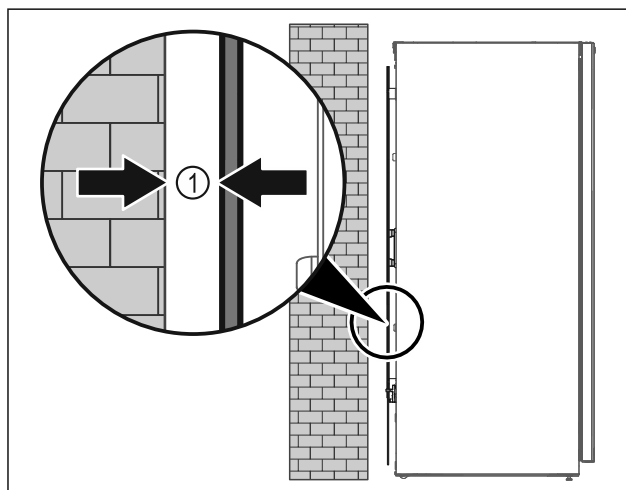

Fig. 6
- ▶ Prietaisą galima statyti arba laisvai patalpoje, arba prie pat sienos min. 5 mm Fig. 6 (1) atstumu.